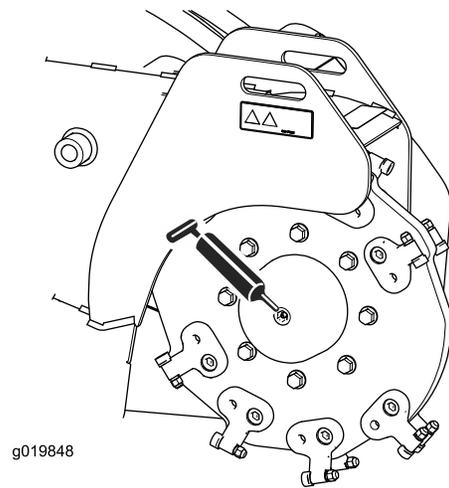

図 26
4. ニップルにグリスガン进行接続する 図 26-図 28。